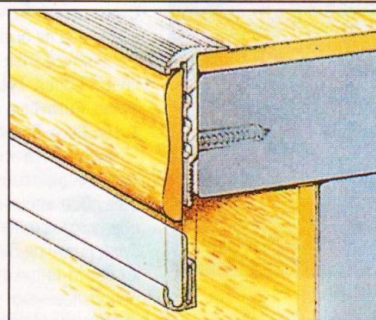

Рис. 3. Для укрытия нижней кромки фасадного щитка применяют так называемый контрпрофиль, который туго надевают на щиток.
**Рис. 2 и 3.** Два варианта планировки садового участка площадью в 3-4 сотки при использовании террасирования местности. Маленький садовый домик приподнят на дополнительном цокольном этаже, что даёт возможность задействовать вертикальное направление. Функциональные зоны расположены на разных террасах и разделены по вертикали. Самая верхняя терраса – входная зона. Она «обнимает» дом с трёх сторон, обеспечивая защиту от талых и ливневых вод. Цокольный этаж выходит на предпоследнюю террасу, имеющую небольшой наклон от дома. На нижней террасе установлена надворная постройка, разбиты сад и огород (рис. 3). Забор обсажен разновосковыми деревьями и кустарниками. В зоне отдыха сооружен искусственный родник с ручейком и декоративным мостиком.